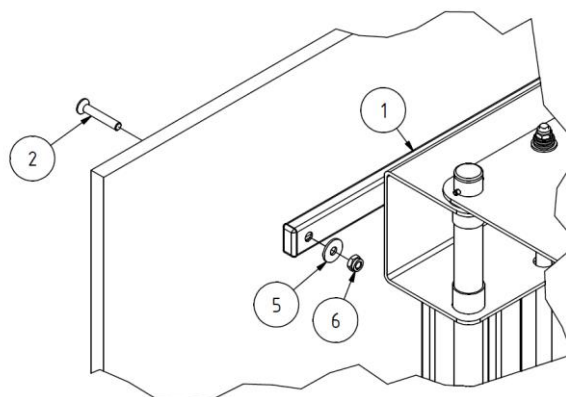

Abbildung 6: Montage des Zielbretts
Schieben Sie die Senkschrauben ②, entsprechend Abbildung 6, von vorne durch die vier äußeren Bohrungen im Zielbrett und anschließend durch die Bohrungen in der Basketball-Übungsanlage. Verschrauben Sie diese mithilfe der Unterlegscheiben ⑤ und der Sicherheitsmuttern ⑥. Verwenden Sie dafür den Schraubenschlüssel SW 17 sowie den Innensechskantschlüssel 6 mm.